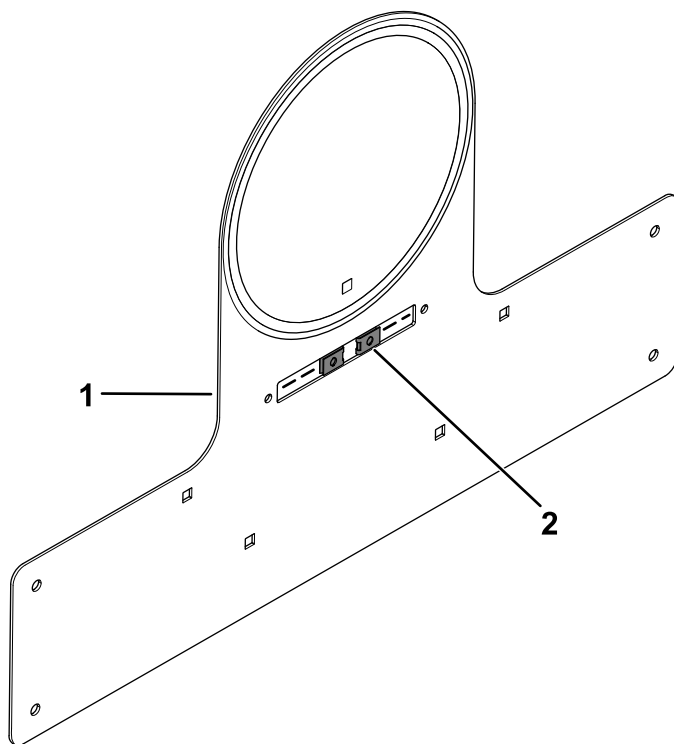

Figur 25
- Fäst tillbörlig hastighetsdekal på hastighetsplattans fäste (Figur 25).